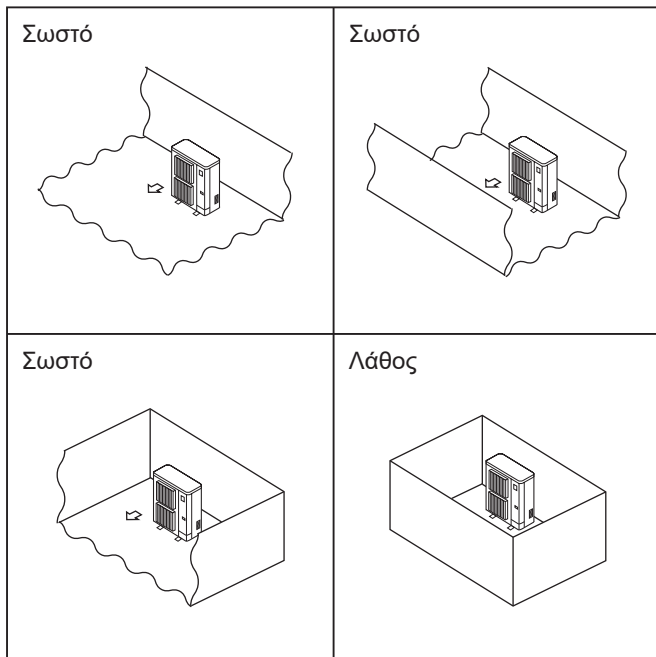

Fig. 2-1
- ⊙ Εγκαθιστάτε τις εξωτερικές μονάδες σε χώρους όπου τουλάχιστον μία από τις τέσσερις πλευρές είναι ανοικτή και σε επαρκώς μεγάλους χώρους χωρίς συμπίεσις. (Fig. 2-1)